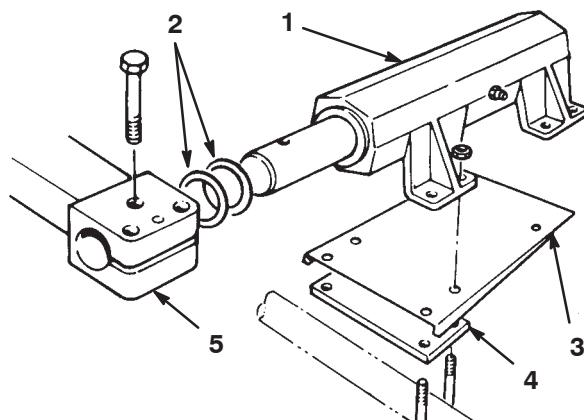

Figure 5
Montez un kit tête fixe (Fig. 5) sur chaque plateau de coupe avec un couvercle, la plaque de réglage d'angle, les étriers filetés, les rondelles-freins et les écrous fournis avec les kits. L'extrémité mâle de l'ensemble de flottaison doit être placée à l'avant. Serrez les étriers filetés uniformément.
1. Retirez trois boulons métriques sur chacun des bras de levage (Fig. 5).
5. Remettez les 3 boulons du bras de levage sans les serrer (Fig. 5).